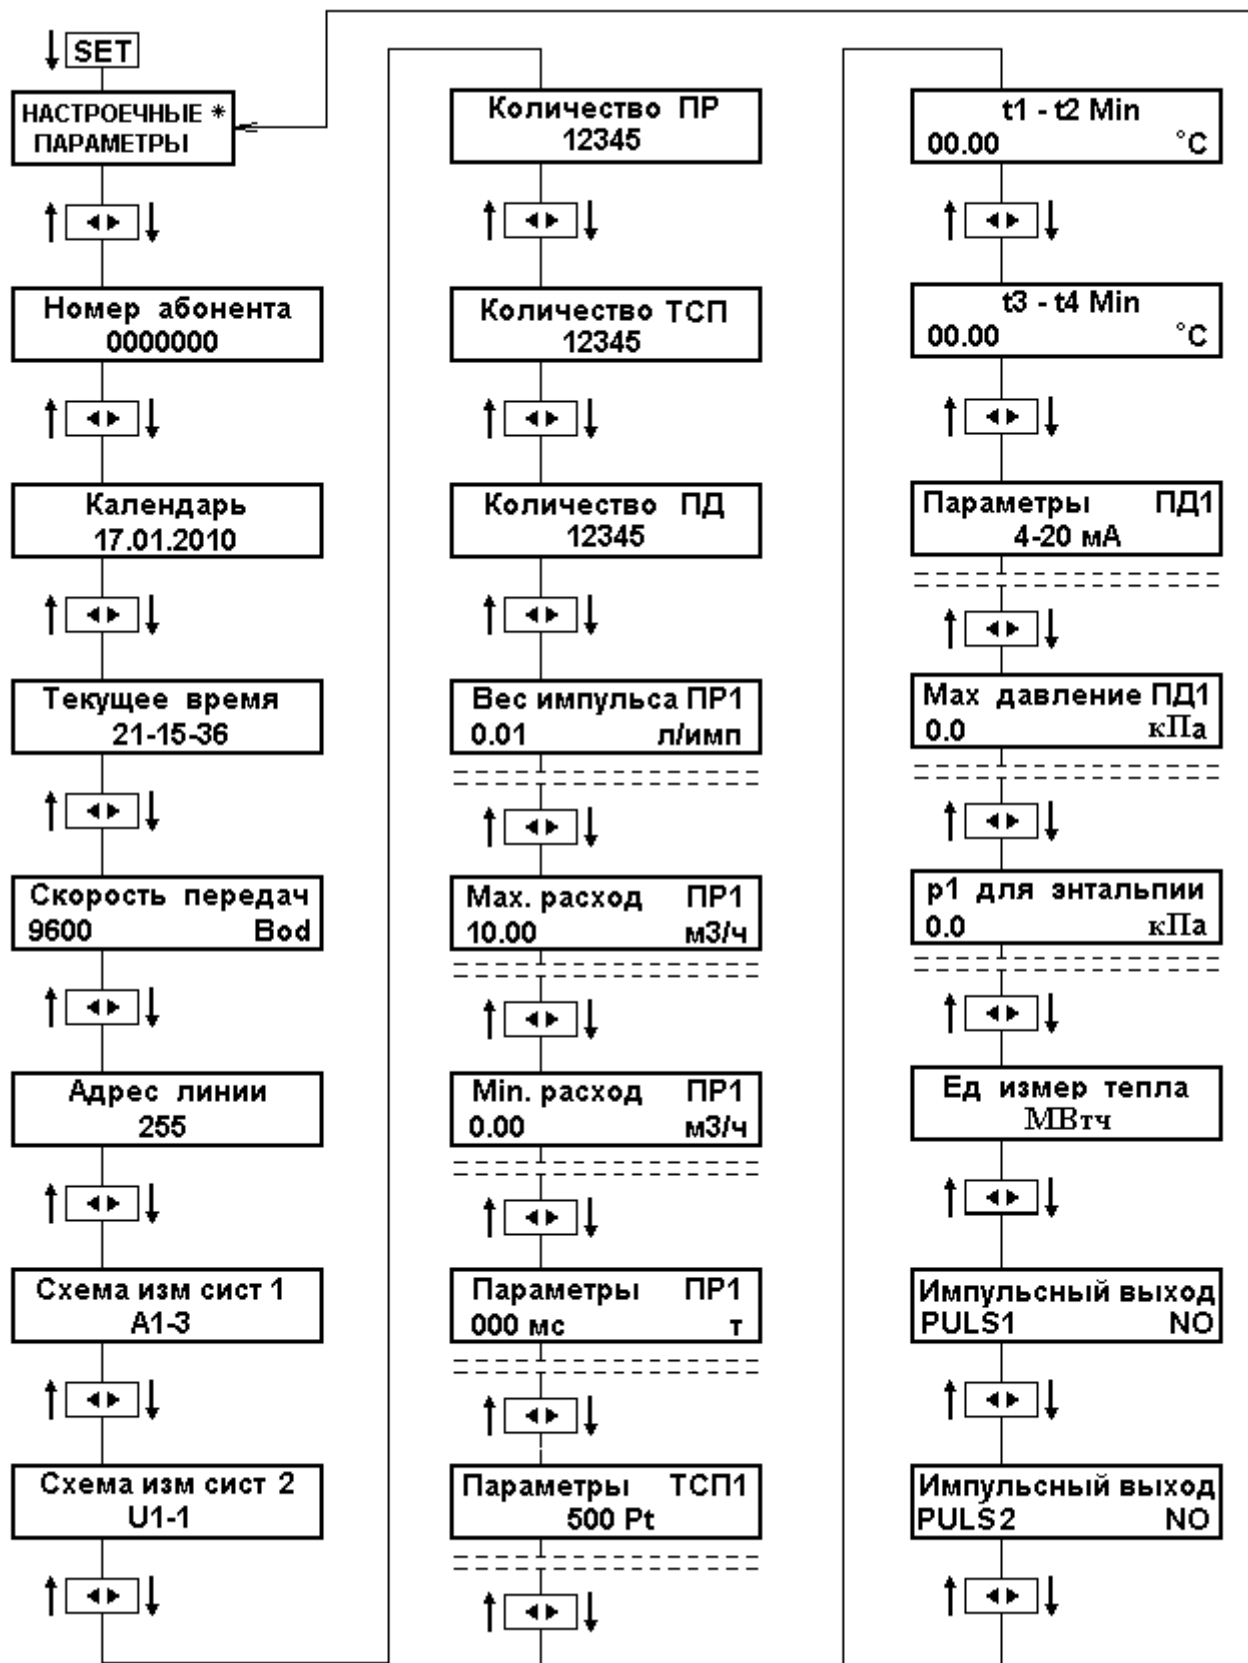

Рис. 1 Схема ввода настроечных параметров
7.2.1 Программирование вычислителя производят при вводе в эксплуатацию в режиме «SET», вход в который осуществляется нажатием кнопки «SET», находящейся на плате электронного модуля (Приложение Ж рис.1а). При этом на индикаторе высвечивается надпись «НАСТРОЕЧНЫЕ ПАРАМЕТРЫ» с символом «*». Ввод значений настроечных параметров осуществляется кнопками управления ◀ ▶, которые находятся на лицевой стороне крышки ВБ (Приложение Ж рис.1) или с помощью компьютера через интерфейс RS – 232. При повторном нажатии на кнопку «SET» ВБ выходит из режима программирования. Просмотреть значения настроечных параметров без их изменения можно из основного меню прибора «НАСТРОЕЧНЫЕ ПАРАМЕТРЫ» » без символа «*»..
7.2.4 Схема ввода значений настроечных параметров представлена на рис. 1. Допускаемые пределы и обозначение параметров представлены в приложении А.